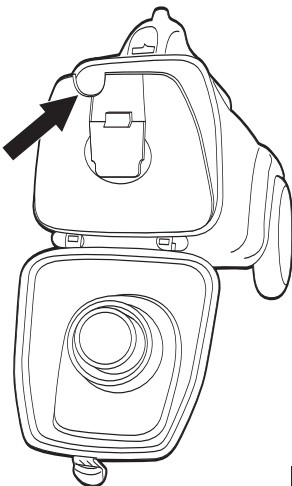

FIG. 12
Step 4: Insert finger into upper left notch then pull out and remove bag. (Fig. 12).
Étape 4 : Introduisez le doigt dans l'entaille supérieure gauche puis tirez et retirez le sac. (Fig. 12).
Paso 4: Inserte el dedo en la muesca superior izquierda, jale y retire la bolsa. (Fig. 12).